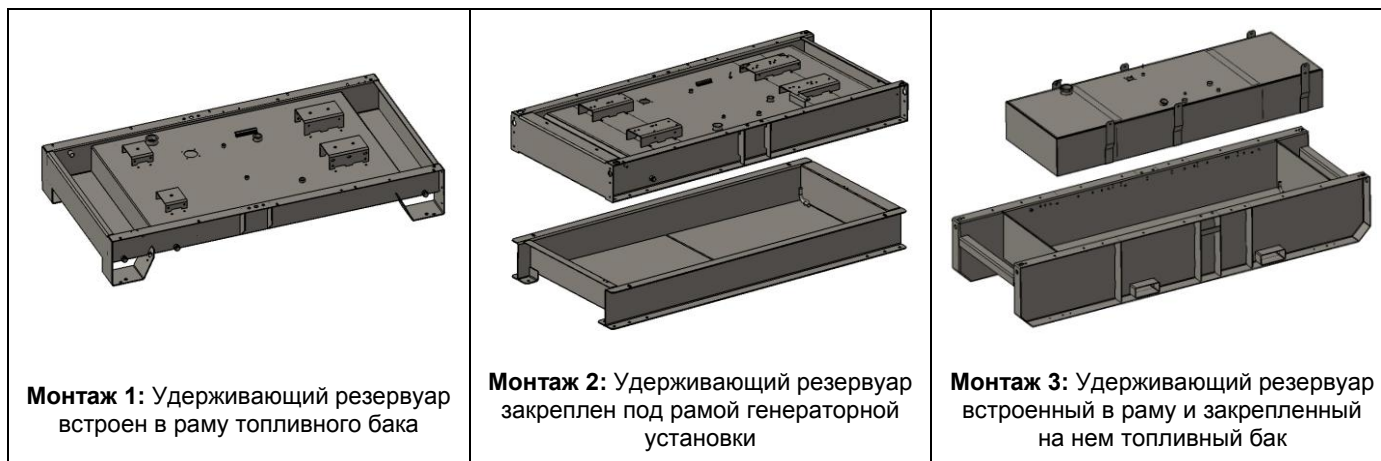

Рисунок 42: Встроенный удерживающий резервуар для эксплуатационных жидкостей
***Примечание:** Генераторные установки, которые имеют опцию, соответствующую монтажу 3 (см. Рисунок 42: Встроенный удерживающий резервуар для эксплуатационных жидкостей) дополнительно оборудуются указателем уровня жидкости в удерживающем резервуаре.*